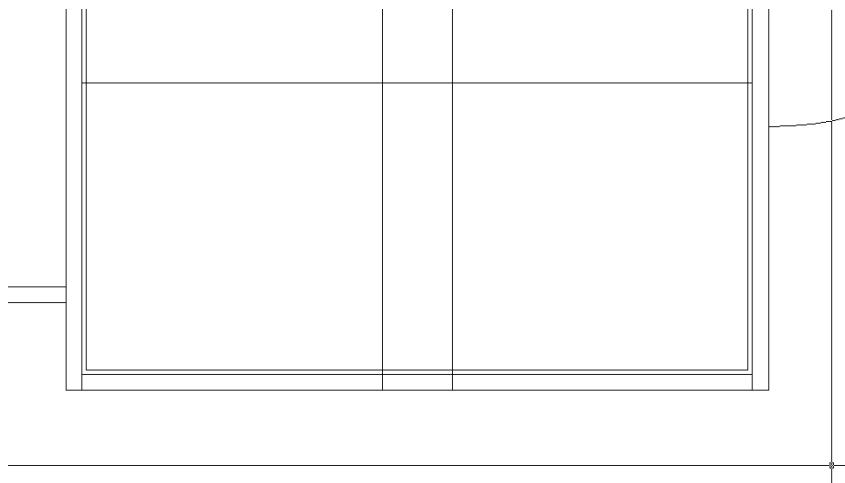

Рис. 4.57 ▼ Вертикальные вспомогательные линии созданы
2. Сместите сначала левую вертикальную линию контура парты вправо на 360 мм ($800/2 - 80/2 = 400 - 40 = 360$ мм), а затем правую линию контура парты влево на то же расстояние (рис. 4.57). Казалось бы, можно обрезать полученные линии по контуру фасада выдвижного ящика парты, и результат достигнут. Однако в этом случае мы получим не прямоугольник, а две вертикальные линии. Второе решение, лежащее на поверхности, – обрезать эти линии по контуру фасада выдвижного ящика, а затем, используя их в качестве вспомогательных, начертить по их оконечным точкам прямоугольник, после чего эти линии удалить. Это уже лучше, но выбор коротких отрезков вспомогательных линий, лежащих под прямоугольником, будет затруднителен. Поэтому мы применим третий подход, воспользовавшись для этого режимом привязки **Пересечение** (Intersection).